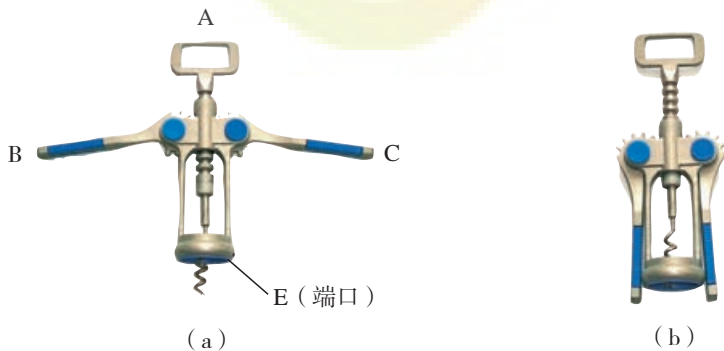

图2-9 改进后的开瓶器
改进:如图2-9所示,改进者使用了杠杆省力的原理及齿轮改变力的方向的原理,设计了一个功能较为完善的开酒瓶软木塞的工具。
如图2-9(a)所示,把手柄B、C上抬至大约水平位置时,由于杠杆和齿轮的带动,螺旋状钢针下降,尖端从开瓶器端口E向下裸露出若干厘米。
(1) 用手将手柄B和C压下,此时螺旋状钢针会向上抬起,针尖与端口齐平,如图2-9(b)所示。
(2) 将端口E压在酒瓶口上,按顺时针方向转动手把A,使螺旋状钢针不断旋进软木塞中,此时随着钢针不断进入软木塞内,手柄B、C会向上抬起,如图2-9(a)所示位置。
(3) 左右两手握住手柄B、C,只要轻轻下压,由于杠杆原理,齿轮就会产生巨大的力将钢针向上抬起,由于端口E顶住酒瓶口不动,软木塞就从酒瓶颈中拔了出来。